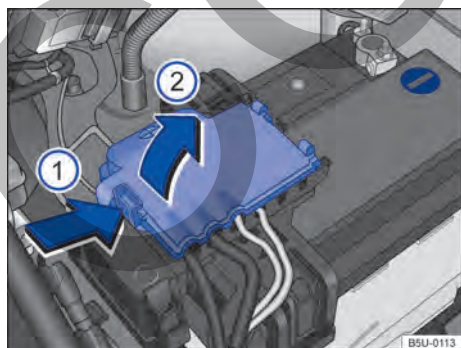

Fig. 125 Compartimento del motor: acceso al terminal positivo de la batería.
- Abrir la cobertura del polo positivo. Para abrir, presionar la traba en el sentido de la flecha → fig. 125 (1), plegar la cobertura hacia el costado en el sentido de la flecha (2).